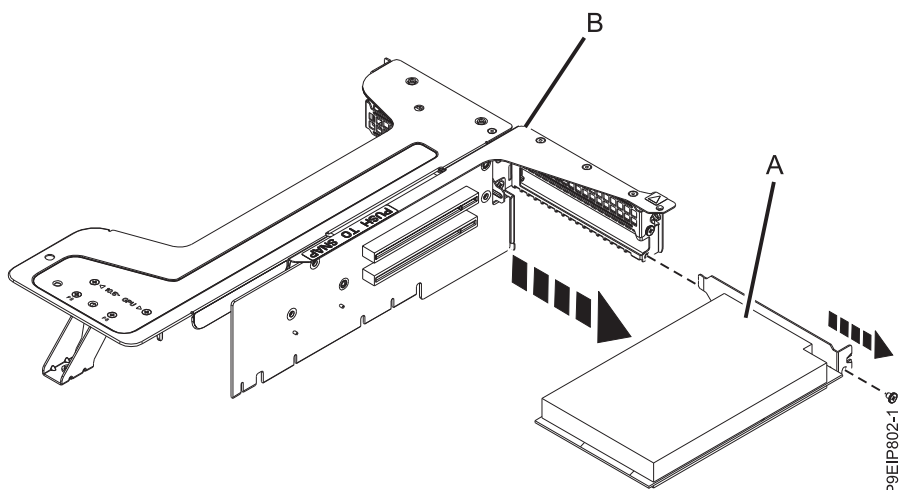

Figure 23. Retrait de cartes du connecteur de bus
6. Retirez les cartes **(A)** du connecteur de bus **(B)**, comme illustré dans la figure 23, à la page 28. Retirez la vis maintenant l'équerre de fixation.